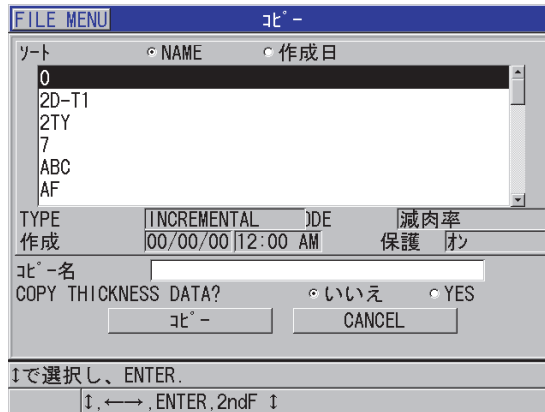

図 11-17 ファイルのコピー
3. コピー画面で、以下の操作を行います（198 ページの図 11-17 参照）。